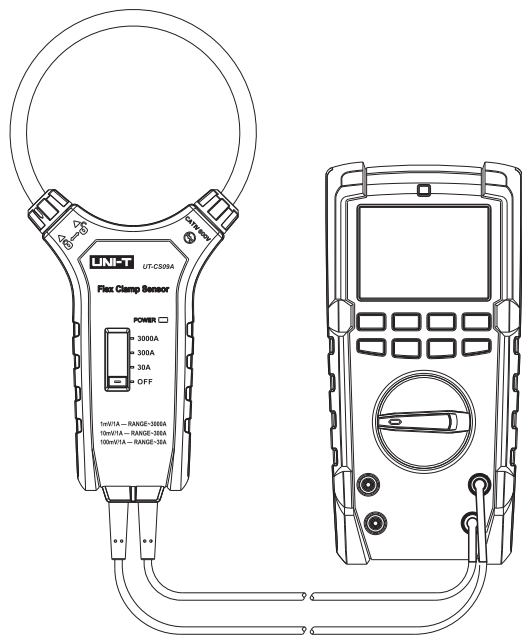

图: 2
- 1.将柔性钳头电流采集器与万用表等交流电压测量设备相接好(如图:2)。